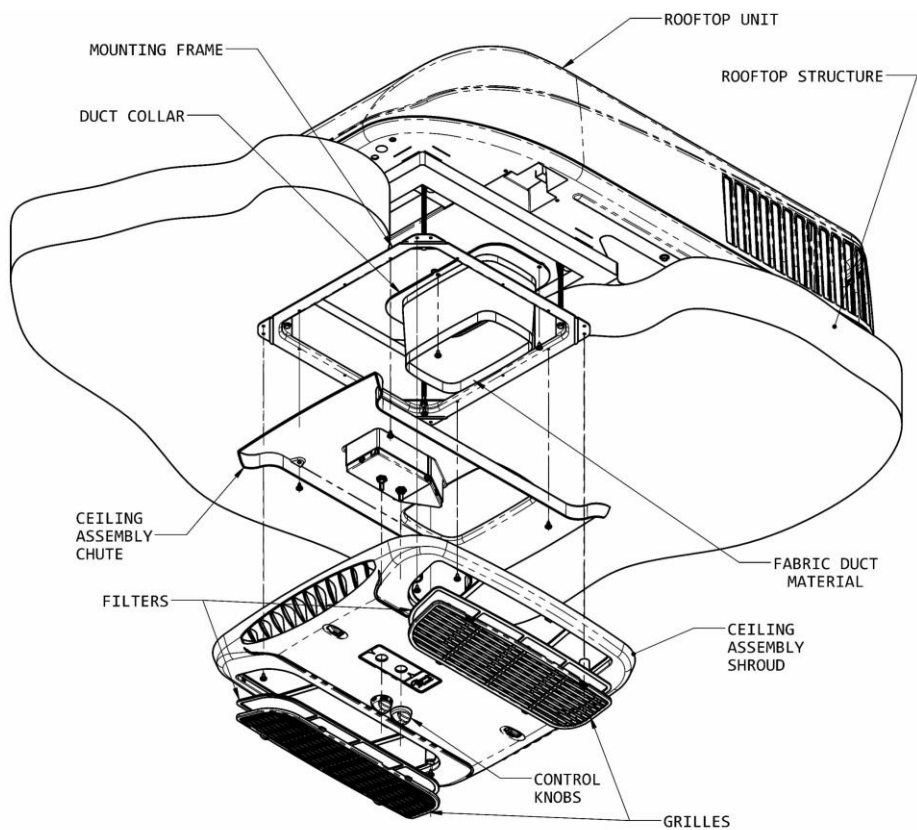

Figure 9
- B. Plier et rompre les 3 onglets autour de l'ouverture intérieure du collet de conduit. Fixer le collet de conduit au bac collecteur de climatiseur en utilisant les 3 vis fournies (voir Figure 9).
- H. Soulevez la chute de l'ensemble de plafond jusqu'au cadre de montage et fixez-la avec les 4 vis fournies (voir Figure 9).
- K. Soulevez le carénage de plafond, et en vous assurant qu'il s'engage correctement dans la chute, fixez-le au cadre de montage avec les 4 vis fournies (voir Figure 9).